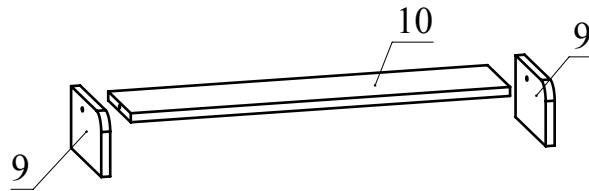

Рис.5
3. Соедините при помощи конфирматов деталь 10 с деталями 9 (Рис. 5).